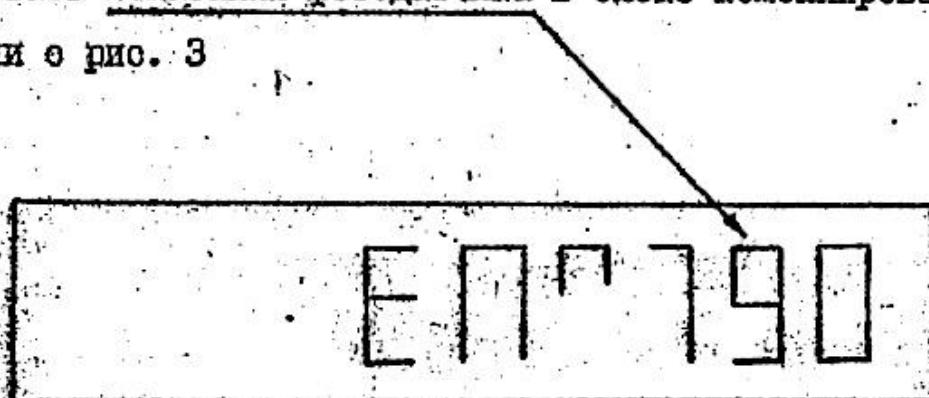

Рис. 3
4.1.4. После включения лампы за КРАСНЫМ светофильтром проинтроверить показания фотодатчика в блоке комбинированном в соответствии с рис. 3